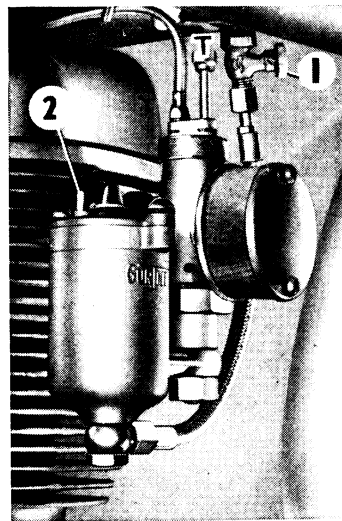

Fig. 2
- Appeler l'essence en appuyant, sans exagération, sur le bouton 2 du carburateur destiné à cet effet. (Fig. 2).